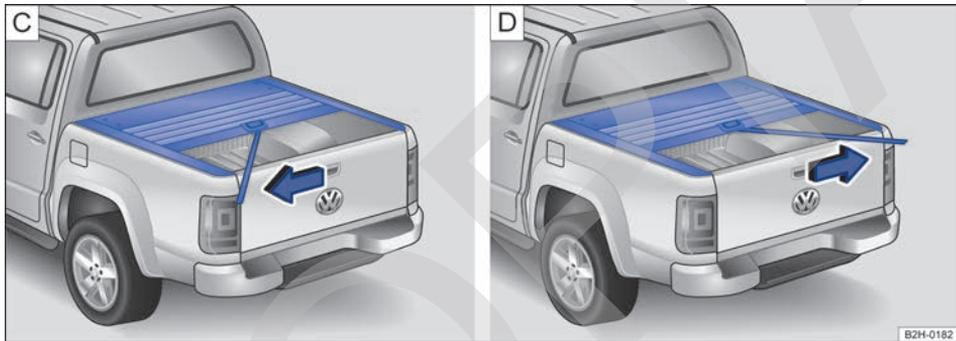

Fig. 28 Cubierta enrollable: C: activar el mecanismo de bloqueo y D: desactivarlo.
Para que la cubierta se detenga en una posición intermedia hay que tirar de la cinta ⑤ B hacia la izquierda ⇒ fig. 28 C poco después de abrir la cubierta. ▶
Para que la cubierta se cierre por completo desde una posición intermedia hay que tirar de la cinta hacia la derecha ⇒ fig. 28 D.
Abrir la cubierta enrollable hasta la posición intermedia	Tire de la manija ② A hacia arriba, hasta el tope, y durante la apertura, tire de la cinta ⑤ B hacia la izquierda, en el sentido de la flecha ⇒ fig. 28 C. La cubierta encastra en la posición intermedia. O BIEN: tire levemente de la manija ② A hacia arriba. La cubierta encastra en la posición intermedia.
Abrir la cubierta enrollable completamente desde la posición intermedia	Tire de la cinta hacia la derecha, en el sentido de la flecha ⇒ fig. 28 D. La cubierta se abre automáticamente.